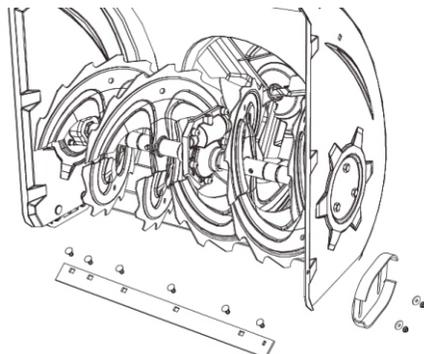

Рис. 27
**Нож корпуса шнека и ограничительные башмаки (салазки) (рис. 27)**